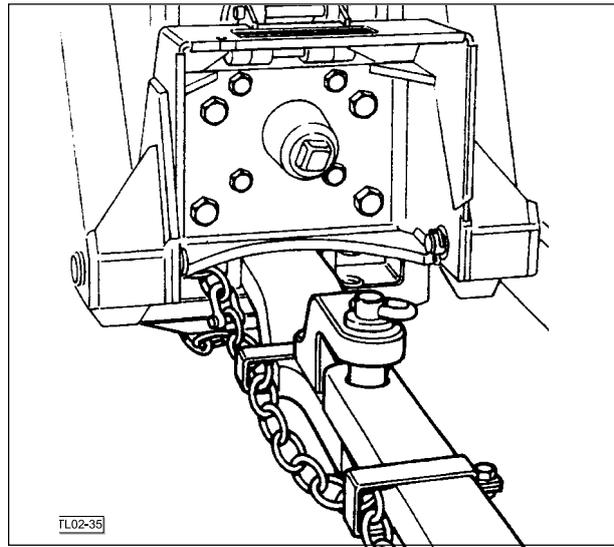

Fig.2-35
- Uma corrente de segurança irá ajudar a controlar a alfaia rebocada caso esta se separe acidentalmente da barra de reboque durante o transporte. Utilizando dispositivos adaptadores apropriados, prenda a corrente no suporte da barra de reboque do tractor ou em outros pontos de fixação especificados. Deixe a corrente bastante livre para poder permitir a viragem. Obtenha do seu Concessionário uma corrente com capacidade igual ou superior ao peso bruto da máquina rebocada (Fig.2-35).